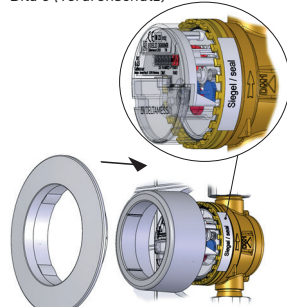

Bild 9 (Verplombung Unterputz)
- Die Trockenkapsel ist mittels Klebplombe am Gehäuse zu sichern. Zylinder und Rosette auf das Zählwerk aufsetzen (Bild 9).